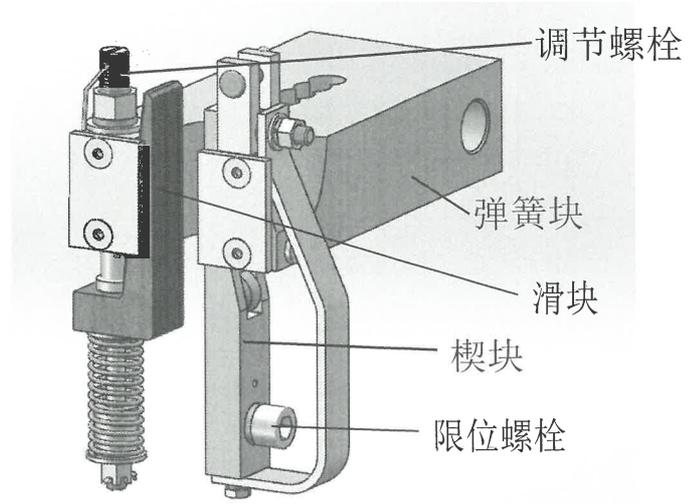

图 2
2.1.3. 调节螺栓上下螺母紧固无松动, 楔块滑动灵活, 限位螺栓能接触弹簧块(图 2)。